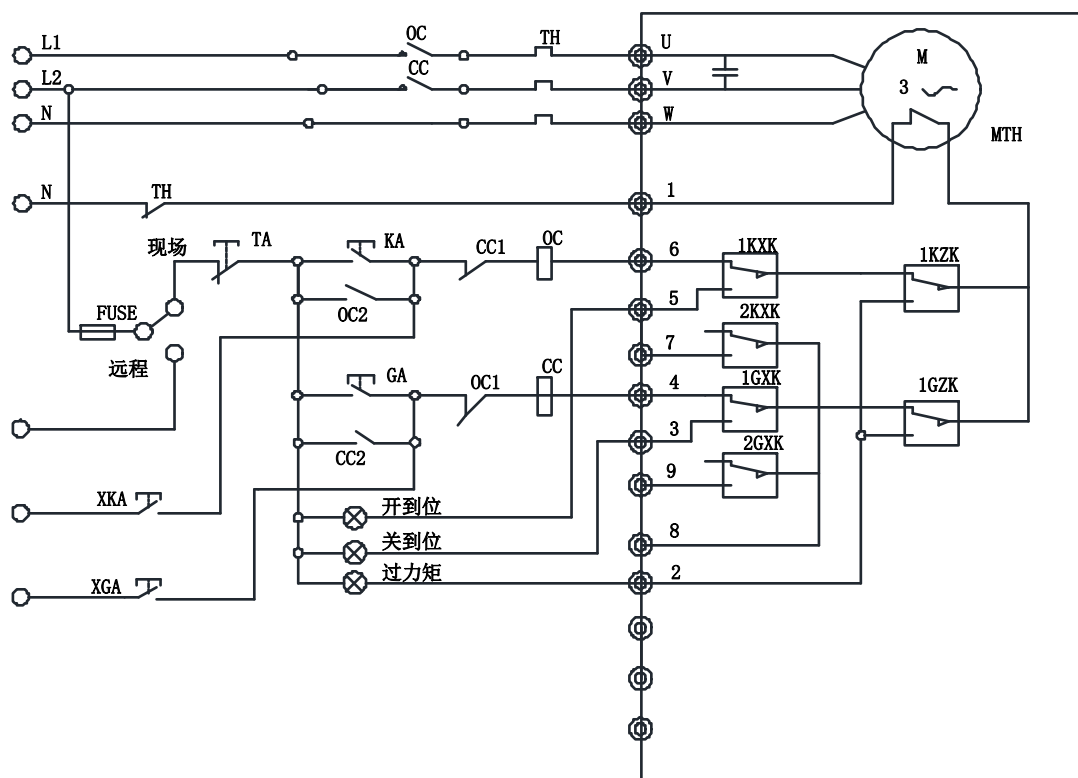

图 2 单相 220V 机械式多回转机械式配线示意图
1. 图 2 电机为 220V 电机，外部配电箱采用交流 220V 电压控制，接触器为 220V 电压等级；
2. 图 2 接线为示意图，具体使用请以实际配电箱为主；机器内部图为简易示意图，具体请以实物为主；